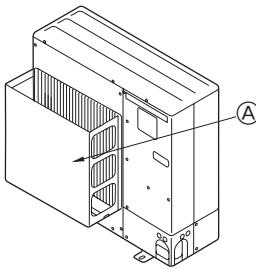
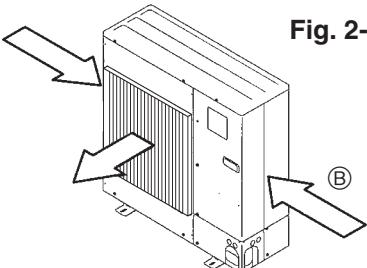

Fig. 2-4
Fig. 2-5
- ② Τοποθετήστε έναν προαιρετικό οδηγό αέρα, αν πρόκειται να εγκαταστήσετε τη μονάδα σε σημεία όπου υπάρχει το ενδεχόμενο να φυσούν απευθείας στο στόμιο εξαγωγής του αέρα πολύ δυνατοί ανέμοι κτλ. (Fig. 2-4)
- ③ Οδηγός αέρα
- ④ Εγκαταστήστε τη μονάδα με τρόπο ώστε ο αέρας που βγαίνει από το στόμιο εξαγωγής να φυσά κάθετα σε σχέση με την κατεύθυνση του ανέμου, εάν αυτό είναι δυνατό. (Fig. 2-5)
- ⑤ Κατεύθυνση ανέμου